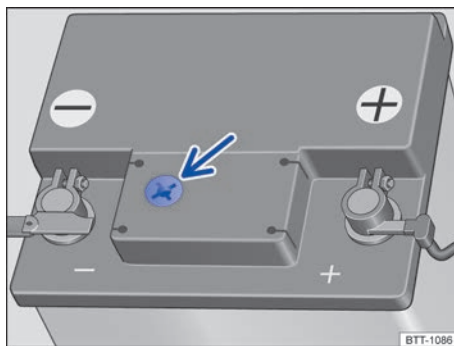

Fig. 184 Representación esquemática: mirilla en la parte superior de la batería. ▶
- Procure disponer de buena iluminación para poder distinguir bien el indicador de color en la mirilla redonda de la parte superior de la batería \Rightarrow fig. 184 (flecha). No utilice nunca una llama desprotegida u objetos incandescentes para alumbrarse.